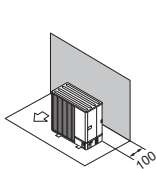

Fig. 2-6
- (1) Enbart hinder eller stängd yta på baksidan (Fig. 2-6)